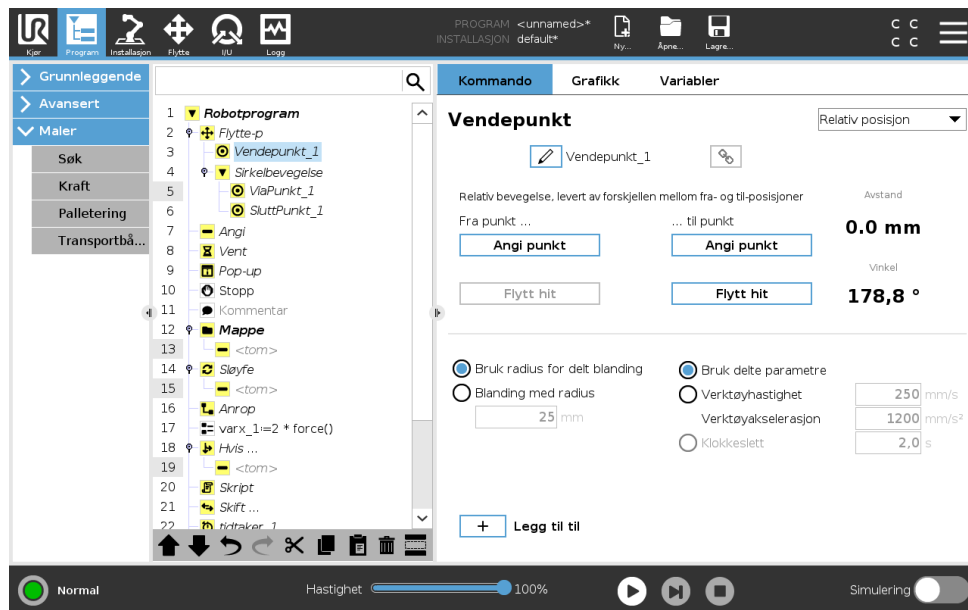

Figur 15.6: Leddrom (MoveJ) vs. kartesisk rom (MoveL) bevegelse og blanding.
- **Blandinger som involverer MoveJ** MoveJ-blandinger gir en jevn kurve i leddrommet. Dette gjelder blandinger fra MoveJ til MoveJ, MoveJ til MoveL og MoveL til MoveJ. Blandingen gir en jevnere og raskere bane enn bevegelsene uten blanding (se figur 15.6). Hvis hastighet og akselerasjon brukes til å spesifisere hastighetsprofilen, forblir blandingen innenfor blandingsradiusen under blandingen. Hvis du bruker *tid* i stedet for *hastighet* og *akselerasjon* for spesifisering av hastighetsprofilen for begge bevegelsene, er overskridelser mulige slik at banen følger den opprinnelige MoveJ. Når begge bevegelsene er tidsbegrensede, spares ikke tid ved å velge blandinger.